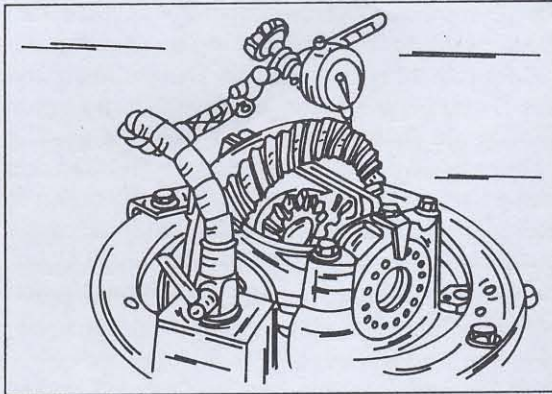

Bild 272
- Eine Messuhr mit einem geeigneten Halter am Differentialgehäuse anbringen und den Taststift der Messuhr im rechten Winkel auf einen Zahn des Tellerrades aufsetzen, wie es aus Bild 272 ersichtlich ist. Kegelrad am Flansch gegenhalten und das Tellerrad leicht hin- und herdre-